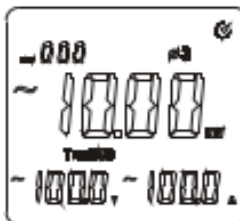

Figura 7-5
- Como se muestra en la figura 7-5, presione la tecla “SELECT” para elegir la fase 3 al medir en un sistema trifásico de 4 conductores y mostrar la potencia activa, la tensión y corriente de dicha fase, $\phi 3$.